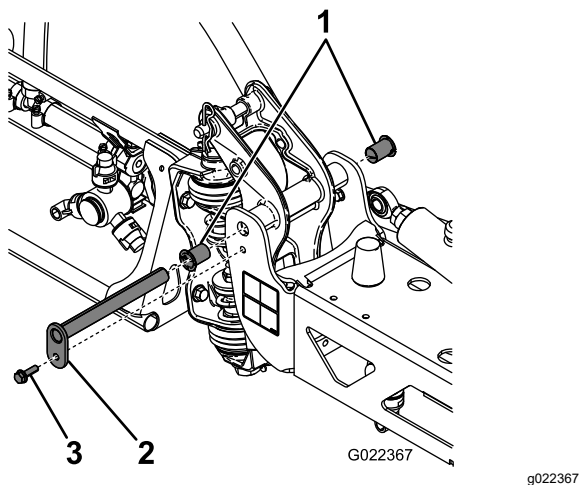

Bild 62
3. Wenn das Gewicht des Auslegers abgestützt ist, nehmen Sie die Schraube und die Mutter ab, mit denen der Lagerbolzen am Ausleger befestigt ist (Bild 62).
6. Nehmen Sie die Nylonbüchsen vorne und hinten an der Schwenkhalterung ab und prüfen Sie sie (Bild 62).
7. Tragen Sie etwas Öl auf die Nylonbüchsen auf und setzen Sie sie in die Schwenkhalterung ein (Bild 62).
8. Montieren Sie den Ausleger und die Schwenkhalterung im mittleren Rahmen und fluchten Sie die Löcher aus (Bild 62).
4. Entfernen Sie die Schraube und die Mutter, mit denen der Lagerbolzen befestigt ist, und nehmen Sie den Bolzen ab (Bild 62).